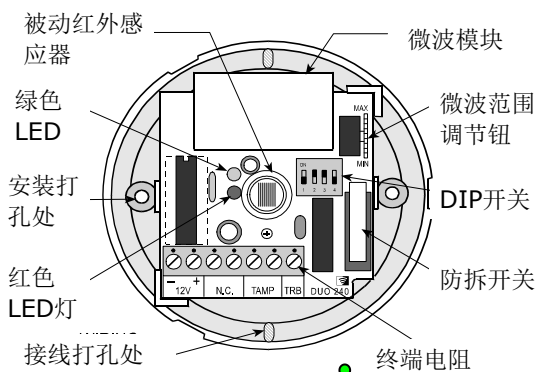
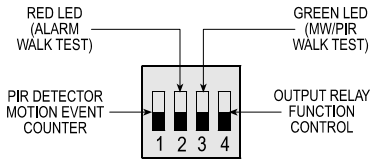

图 3. 内部结构展示
图 5. DIP 开关模式选择器
- B. 将底板对准天花板上的安装位置，如图3所示，标出安装打孔处。
如图3所示，2只LED灯位于镜片之后，打开前盖即可观察到。它们用于在报警与系统错误时发送信号，详情请见表1。
DIP 开关的模式选择器处于PC面板上（见图3）。有四个功能键，如图5所示，详情请见表2。